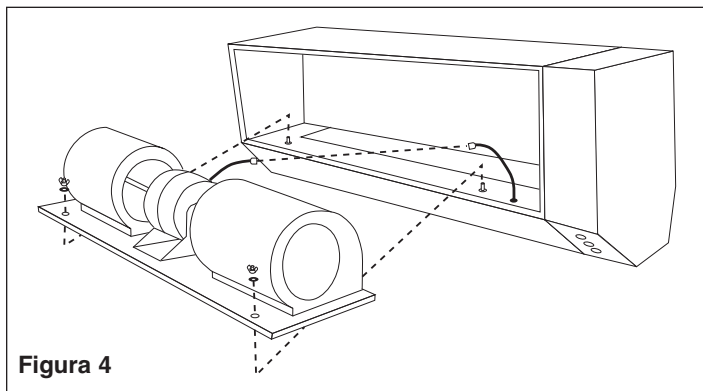

Figura 4
5. Desconecte cuidadosamente el cordón de alimentación eléctrica del motor del conjunto de conector macho/hembra, y quite las dos tuercas de mariposa de la base de sopladores. (Vea la Figura 4).